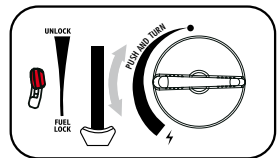

fig. 5
7. Regolare la manopola di comando nella posizione desiderata (fig.5) Non portare mai la leva della cartuccia (6) in posizione "UNLOCK" durante l'uso!